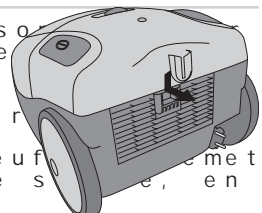

Figure 13 Démontage du filtre de sortie.
3. Ouvrez le couvercle du filtre de sortie, selon la flèche, voir la figure 13.